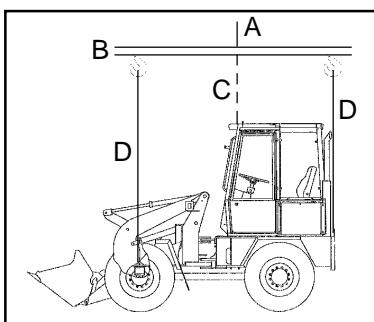

Bild 7-4
- Der Aufnahmepunkt (7-4/A) des Tragmittels (7-4/B) muß genau senkrecht über dem Schwerpunkt (7-4/C) des Gerätes liegen (siehe Bild 7-4), damit sich das Lastaufnahmemittel **waagerecht** über der Längsmittelachse des Gerätes befindet.
(7) Mettre le commutateur de direction (4-13/5) dans la position "0".
(8) Actionner l'interrupteur des feux de détresse (4-14/17).
(9) Desserter le frein de parking (4-13/3).
- Le point de levage (7-4/A) du moyen de levage (7-4/B) doit être exactement à la verticale du centre de gravité (7-4/C) de l'engin (voir figure 7-4), de manière à ce que le moyen de levage soit **horizontal** et parallèle à l'axe longitudinal de l'engin.
(7) Change over switch for steering in position "rear axle steering" (4-13/5).
(8) Operate the toggle switch for hazard flasher system (4-14/17).
(9) Release the parking brake (4-13/3).
- The lifting point (7-4/A) of the lifting device (7-4/B) must be located vertically and directly above the center of gravity (7-4/C) (see figure 7-4) of the loader so that the lifting device is located **horizontally** above the longitudinal axis of the loader.